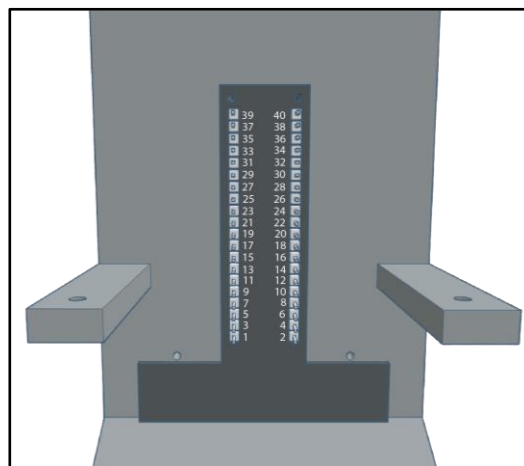
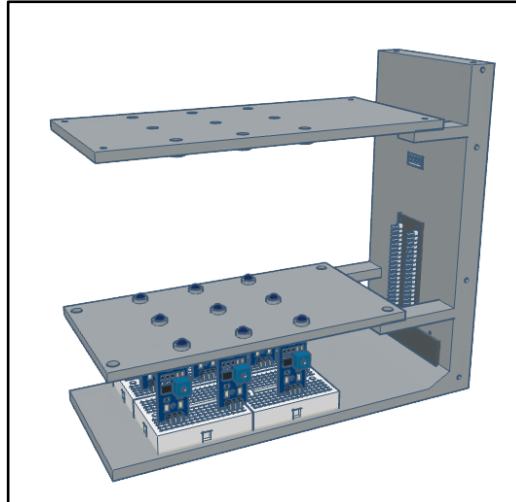

**Figure 10.** RetINaBox entièrement assemblée.
**Figure 19.** Câblage du buzzer (lié au plan de leçon 2).
Ici (**Fig. 10**), nous présentons le boîtier entièrement assemblé sous différents angles de vue.
- b. Câblez les composants comme illustré à la **figure 19**. Connectez d'abord 3 fils du kit de câbles pré-sertis aux broches de sortie correspondantes, puis connectez-les en série avec des câbles Dupont femelle-mâle (utilisez du ruban isolant pour fixer ces connexions). Notez que le buzzer est connecté à la carte de dérivation GPIO par les broches de sortie situées à l'arrière du boîtier (voir **figures 10, 12 et 17**). Avec ce circuit, le buzzer ne retentit que lorsque les broches 24 et 26, correspondant à RGC1 et RGC2, fournissent 3,3 V simultanément, ce qui se produit lorsque RGC1 et RGC2 sont co-activés.